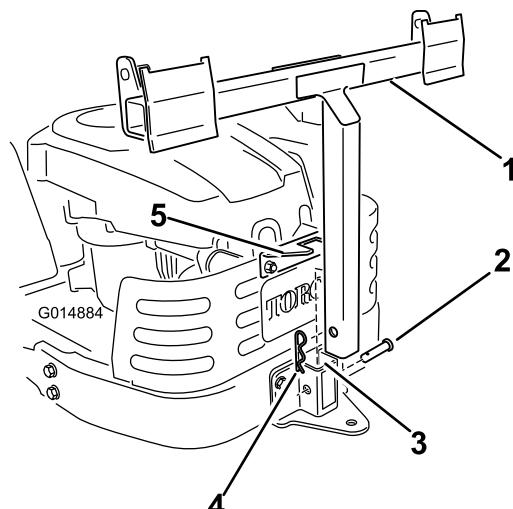

Figura 14
- Montate il telaio del sistema di raccolta sulla staffa di supporto. Fissate il telaio del sistema di raccolta con un perno con testa (1/2 x 2-1/4 poll.) e una coppiglia (Figura 14).